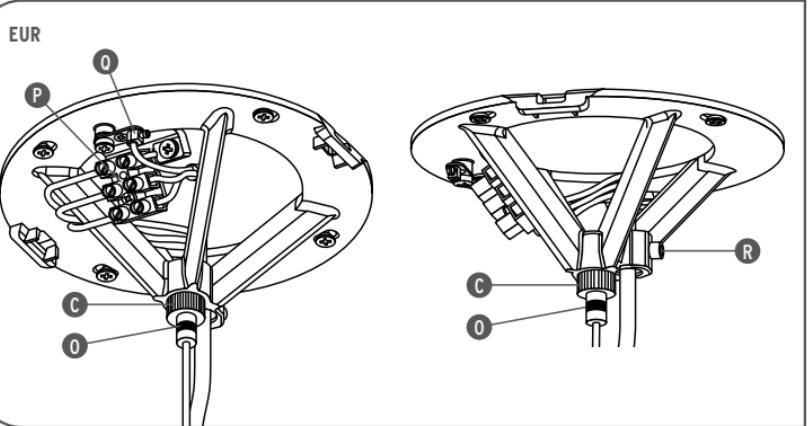

Fig. 2
Fig.2 Per consentire la regolazione dell'altezza desiderata, l'apparecchio è stato dotato di un dispositivo che permette al cavo di acciaio di scorrere in entrambi i versi. Tale funzione si ottiene spingendo verso l'alto la ghiera di sblocco (O) del dispositivo (C); una volta raggiunta la misura desiderata, tagliare l'eventuale eccedenza e bloccare lo scorrimento del cavo avvitando la ghiera di sblocco. Tagliare quindi il cavo di alimentazione in eccesso ed effettuare il collegamento elettrico nella morsettiera (P) e al morsetto di terra (Q); bloccare il cavo di alimentazione serrando la vite (R).
Fig.2 In order to adjust the required height, the apparatus has been fitted with a device that lets the steel cable to run in both directions. Such function is obtained by pushing towards the top the unblocking nut ring (O) of the device (C). Having reached the required length, cut the possible surplus of the cable screwing the unblocking nut ring. Cut the surplus feeding cable and connect to the electrical terminal board (P) and to the earth terminal (Q). Block the feeding cable by tightening the screw (R).
Abb.2 Um die Einstellung der gewünschten Höhe zu ermöglichen, ist das Gerät mit einer Vorrichtung ausgestattet, durch die das Stahlkabel in beide Richtungen laufen kann. Diese Funktion entsteht, indem der Freigaberring (O) der Vorrichtung (C) nach oben geschoben wird; nach Erreichen des gewünschten Maßes ist das eventuell überschüssige Kabel abzuschneiden und das Gleiten des Kabels durch ein Festziehen des Freigaberrings
Fig.2 Pour permettre le réglage de la hauteur désirée, l'appareil a été doté d'un dispositif qui permet au câble en acier de glisser dans les deux sens. Cette fonction peut être obtenue en poussant l'embout de déblocage (O) du dispositif (C) vers le haut ; une fois la dimension désirée obtenue, couper l'excès et bloquer le glissement du câble en vissant l'embout de blocage. Couper alors le câble d'alimentation en excès et effectuer le raccordement dans le serre-câbles (P) et à la borne de la terre (Q); bloquer le câble d'alimentation en serrant la vis (R).